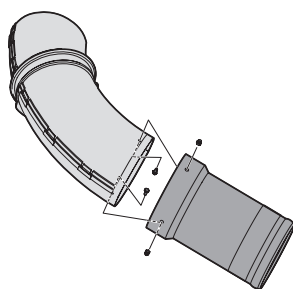

Figure 23
4. Installez la goulotte supérieure dans l'extrémité plus large de la rallonge, puis fixez-les ensemble à l'aide des boulons hexagonaux (710-30313) et des écrous autobloquants (710-3013) et des écrous autobloquants (712-0442). Voir Figure 23.